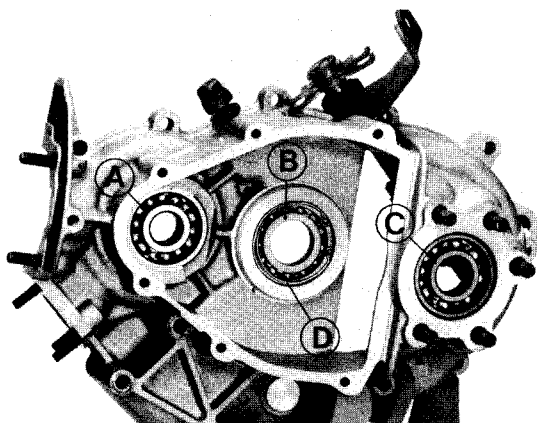

Fig. 75
**Fig. 75 - Cuscinetti a sfere di banco:** montare nella propria sede, operando dalla parte opposta a quella rappresentata in figura e utilizzando uno spezzone di tubo di Ø esterno mm. 46 il cuscinetto di banco «A», con le apposite pinze T. 0022465 l'anello elastico di ritengo e il relativo anello di tenuta.